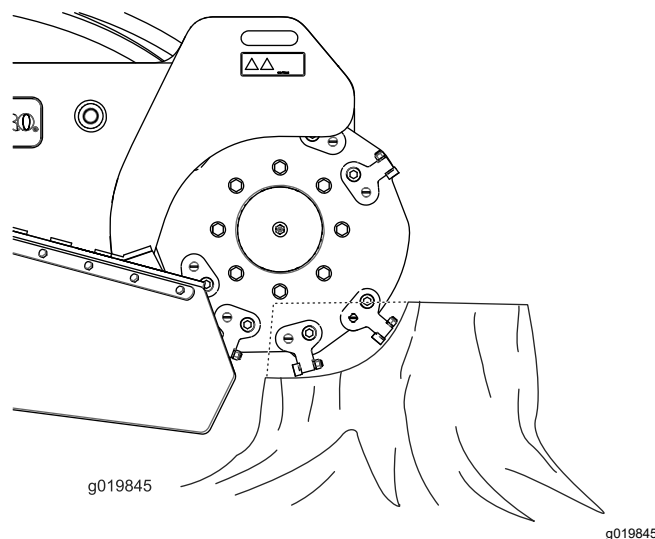

Figura 19
2. Utilize a alavanca do controlo do triturador e o controlo da tração para posicionar o triturador na lateral da parte da frente do tronco, cerca de 2 cm abaixo da superfície (Figura 19).
4. Utilize a alavanca de controlo do triturador para girar o triturador lentamente na face do tronco, cortando lascas (Figura 19).